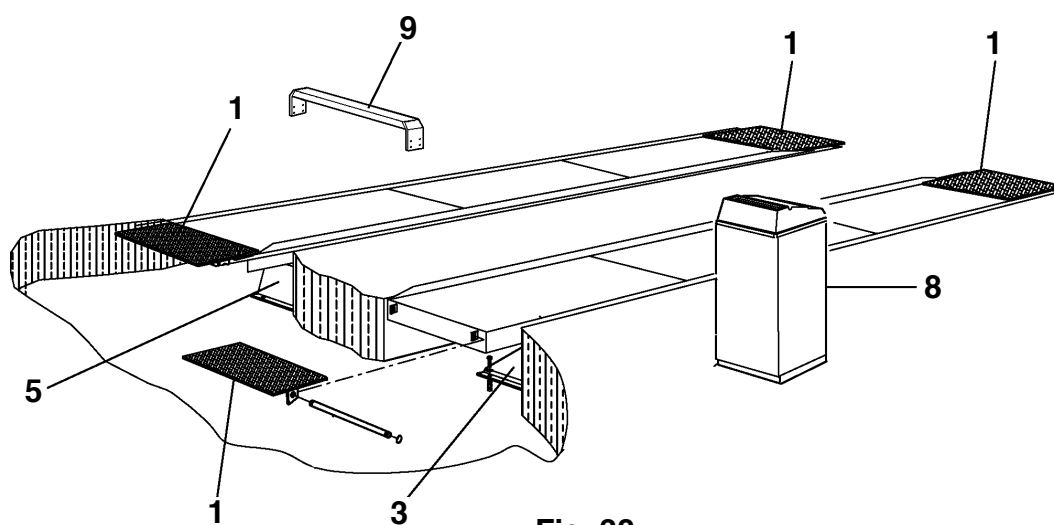

Fig. 38
Rif. Fig. 38 - Montare gli arresti (1).
Ref. Fig. 38 - Fit the stops (1).
Zu Abb. 38 - Die Abrollsicherungen (1) montieren.
Réf. Fig. 38. Installer les arrêts (1).
Ref. Fig. 38 - Montar los frenos (1).